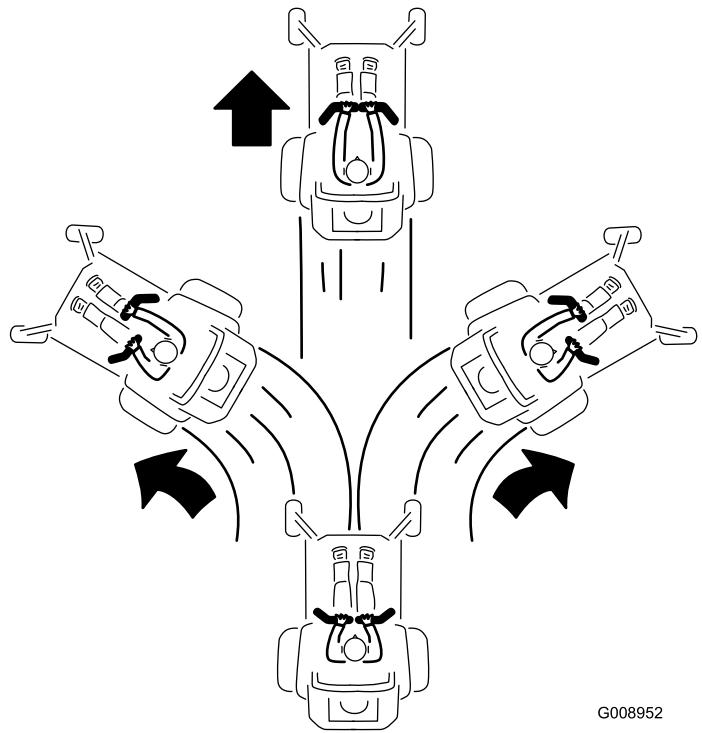

Bild 21
3. Schieben Sie für das Vorwärtfahren die Fahrantriebshebel langsam vorwärts (Bild 21).